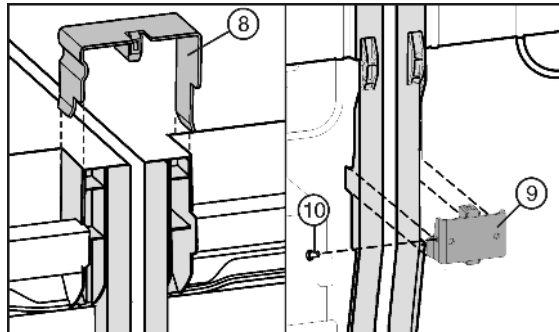

Fig. 7
- ▶ Sett på forbindelsesklemmen Fig. 7 (8) oppe på de midtre sideveggene.
- ▶ Sett forbindelsesvinkelen Fig. 7 (9) ned i det passende sporet.
- ▶ Dersom forbindelsesvinkelen sitter litt løst, monterer du skruen Fig. 7 (10).